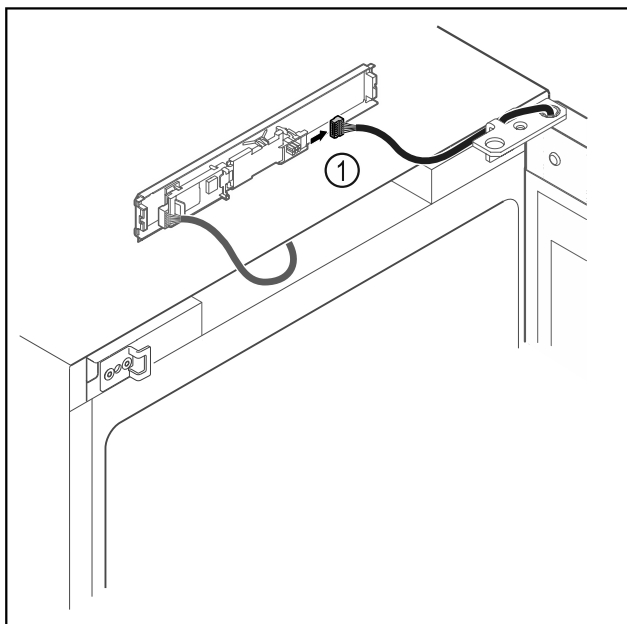

Fig. 19
- ▶ Wtyczkę Fig. 19 (1) należy odłączyć od płytki drukowanej.